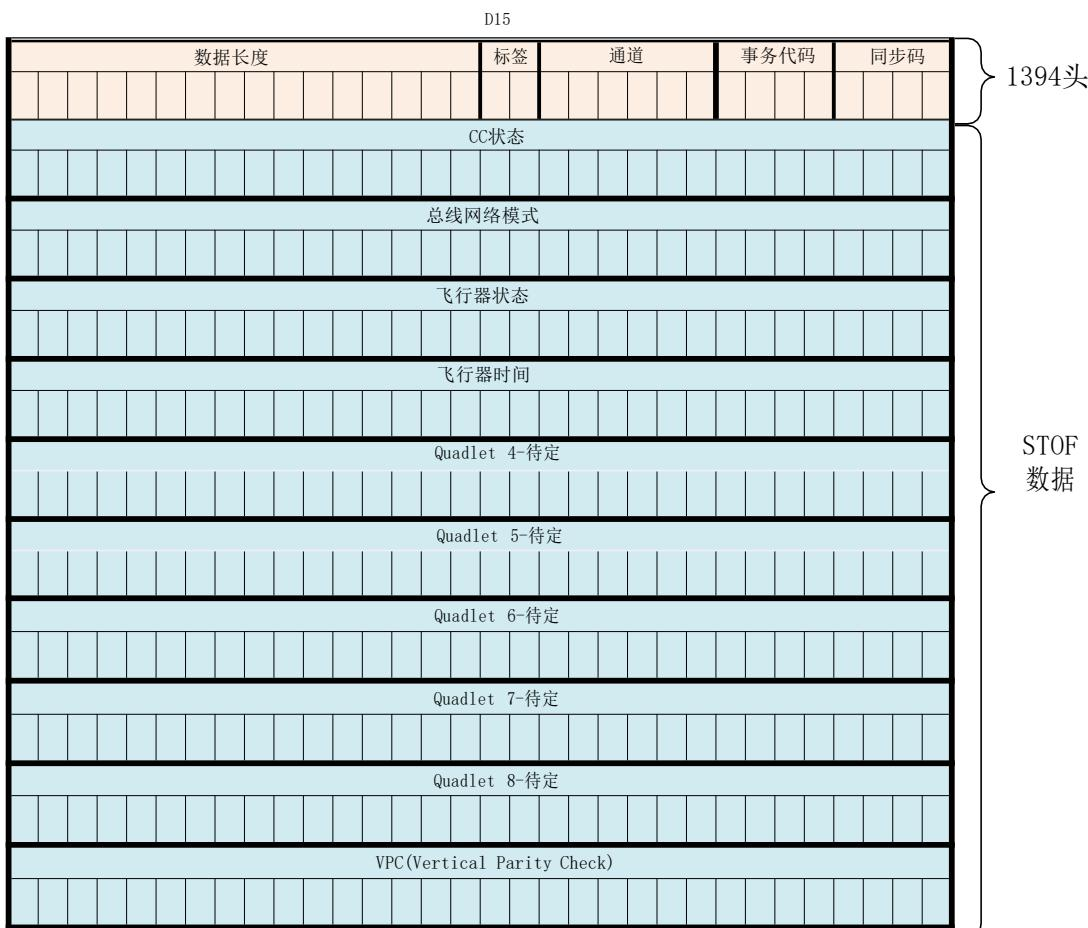

图 1 发送 STOF 数据缓冲区结构
- `pbuf`: 待更新的 STOF 数据缓冲区地址, 其格式如图 1 所示
功能说明：获取接收缓冲区中 STOF 数据包的偏移地址，STOF 数据包的数据格式参见图 1 发送 STOF 数据缓冲区结构。